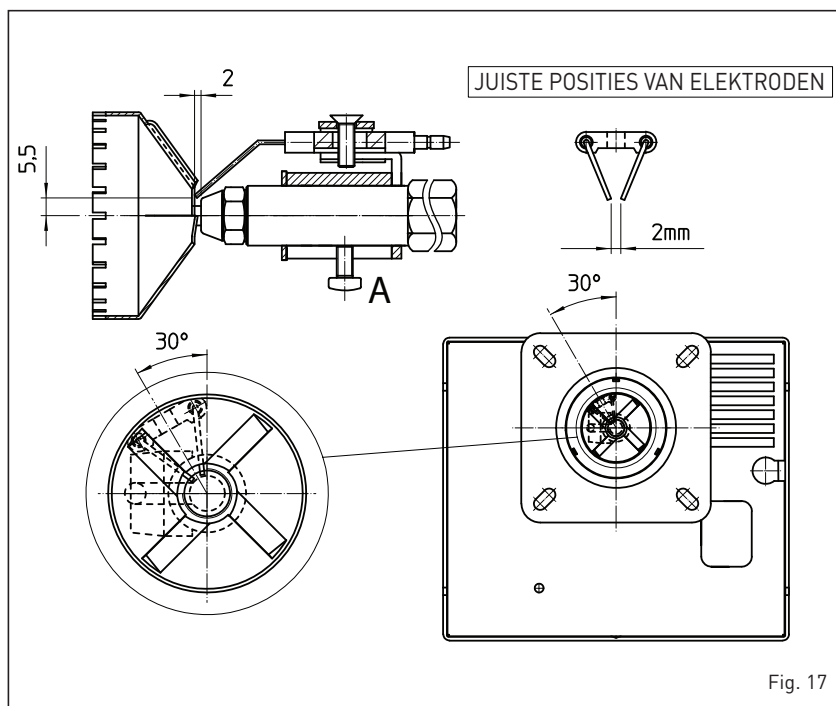

Fig. 17
4.7.2 Reiniging van de verbrandingskop (fig. 17)
Om de verbrandingskop te reinigen moet u als volgt te werk gaan (fig. 17):
- Draai de bevestigingsschroef (A fig. 17) van de steun van de elektroden los en trek de steun eruit.